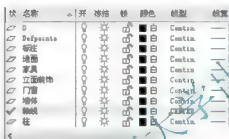

图 4.1 餐厅平面布置图的图层
(1) 新建一个图形并将其命名为“餐厅平面布置图”,利用【图层特性管理器】建立如图 4.1 所示的图层并将【轴线】图层的线型修改为“CENTER”。